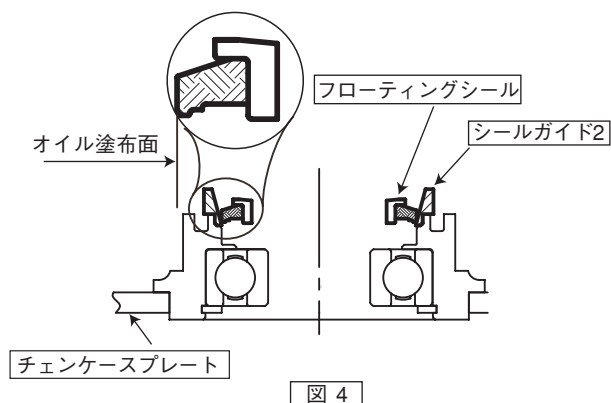

図 4
- (1) チェーンケースプレートにシールドガイド2をセットします。挿入性を高めるため、シールの外周面に薄くオイル（#90）を塗布し、シールドガイド2にセット（図4）します。この時フローティングシールに大きな傾きが無いように注意してください。